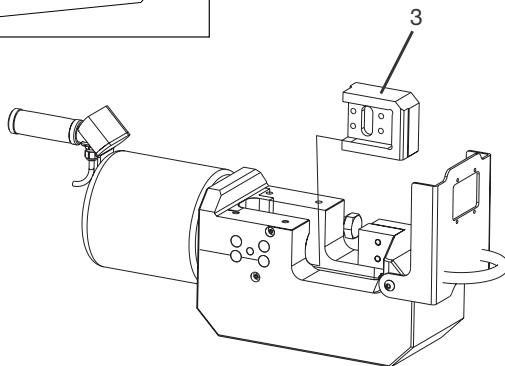

Figure 17, Sostituzione della lama mobile (vista 2 di 2)
7. Allentare la vite di ritenzione del perno di incastro (fig. 17, elemento 1). Continuare ad allentare fino a quando la parte filettata è fuoriuscita del tutto dal foro del perno di incastro (fig. 17, elemento 2).
8. Con un cacciavite premere delicatamente sull'estremità della vite (fig. 17, elemento 1) affinché il perno di incastro (fig. 17, elemento 2) si sposti completamente nel canale sul lato della lama mobile (fig. 17, elemento 3).
9. Sfilare ed estrarre la lama mobile usurata e il perno di incastro (fig. 17, elementi 2 e 3).
10. Rimuovere la vite di ritenzione della perno di incastro (fig. 17, elemento 1).
11. Montare il nuovo perno di incastro (fig. 17, elemento 2) nella scanalatura della nuova lama mobile (fig. 17, elemento 3).
12. Inserire la nuova lama mobile (fig. 17, elemento 3) nell'apposita fessura dell'attrezzo.
13. Inserire la nuova vite di ritenzione (fig. 17, elemento 1) attraverso il foro situato sul lato della testa di taglio.
14. Agganciare la filettatura della vite di ritenzione (fig. 17, elemento 1) con la filettatura nel perno di incastro (fig. 17, elemento 2).
15. Serrare la vite di ritenzione (fig. 17, elemento 1) per tirare il perno (fig. 17, elemento 2) nella scanalatura dello stelo. Coppia pari a 10,3 Nm [91 in-lb].